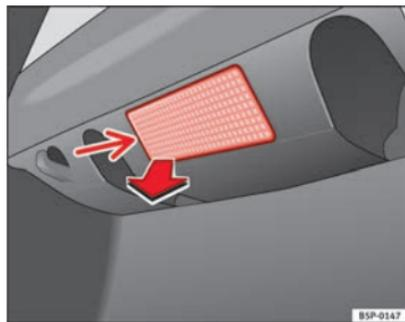

Fig. 174 Luz do porta-bagagens
- Extrair a tulipa, pressionando o rebordo da parte interior da mesma -seta- com a ajuda da parte plana de uma chave de parafusos ⇒ Fig. 174.